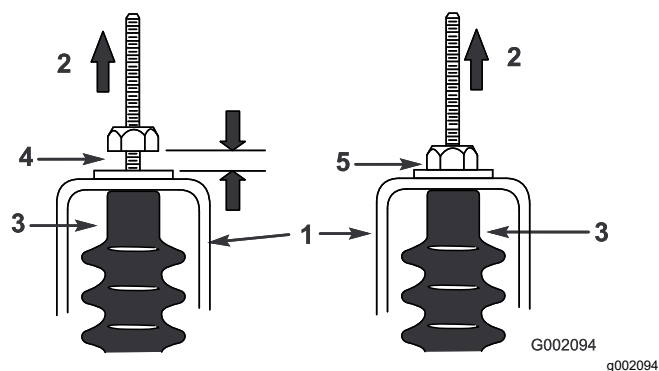

Рисунок 65
5. Потяните вверх каждый трос переключения передач, чтобы убедиться в наличии зазора от 0,76 до 1,52 мм между гайкой/шайбой и кронштейном нейтрали (Рисунок 65).